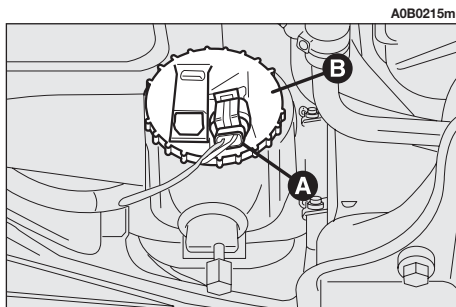

fig. 33
- Débracher le connecteur (**A-fig. 33**) du groupe optique.
- Tourner dans le sens contraire des aiguilles le couvercle (**B-fig. 33**) et l'enlever.
– Remonter le couvercle (**B-fig. 33**) et relier le connecteur (**A-fig. 33**) au groupe optique.